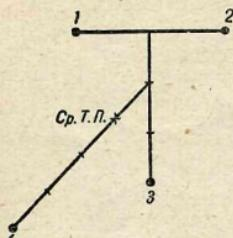
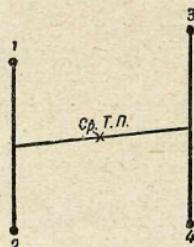
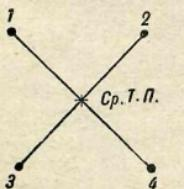

Рис. 52.
Рис. 53.
Рис. 54.
**П р и м е ч а н и е.** Для определения средней точки попадания по четырем пробоинам соединить прямой линией две какие-либо пробоины и расстояние между ними разделить пополам; полученную точку соединить с третьей пробоиной и расстояние между ними разделить на три равные части; точку, ближайшую к двум первым пробоинам, соединить с четвертой пробоиной и расстояние между ними разделить на четыре равные части. Точка, отстоящая на три деления от четвертой пробоины, и будет средней точкой попадания (рис. 52). При симметричном расположении пробоин среднюю точку попадания можно определить одним из следующих способов: а) рядом лежащие пробоины соединить попарно, середины обеих прямых снова соединить и полученную линию разделить пополам; точка деления и будет средней точкой попадания (рис. 53); б) пробоины соединить попарно крест-накрест прямыми линиями; пересечение этих линий будет средней точкой попадания (рис. 54).